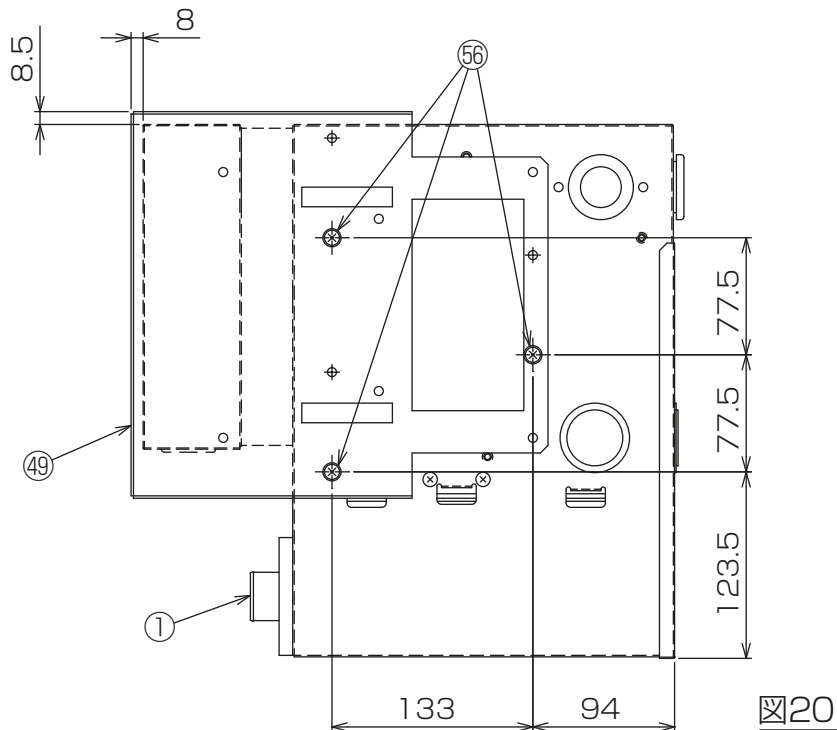

図20
- (1) 品番④⑨取付板2を品番⑤⑥座付タッピンネジ5×10(3本)にて品番①ドレンアップメカに取付けてください。[図20]